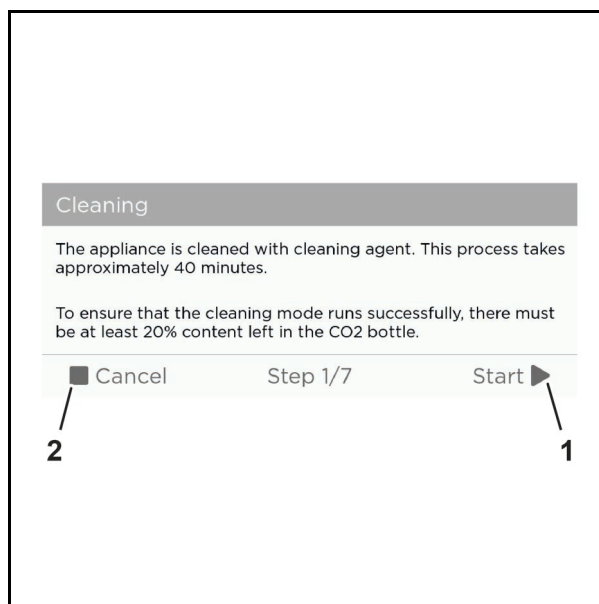

Abb. 70 Beispielgrafik
1. Folgen Sie den Anweisungen auf dem Touchscreen und tippen Sie auf die Schaltfläche "Start" (Abb. 70/1), um die Reinigung zu starten oder "Cancel" (Abb. 70/2), um die Reinigung abubrechen.